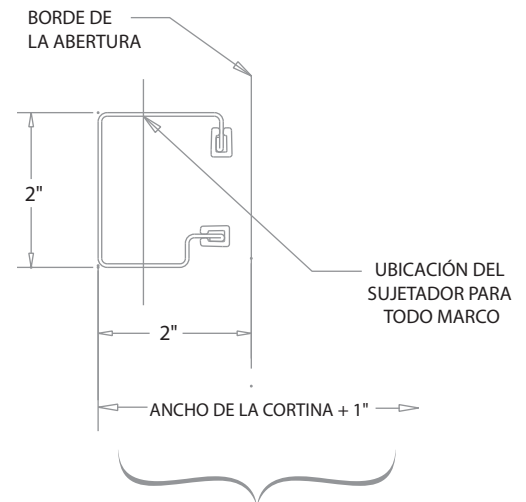

FIGURA 7
- Las guías deben estar montadas de modo centrado en relación con la abertura y el ancho de la cortina, más 1" de distancia entre las partes traseras de una guía y de la otra. **Consultar figura 7.** Ambas guías deben estar a plomo.